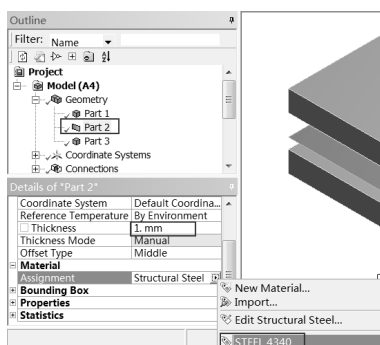

图 11-47 厚度设置
Step2 : 选择 Mechanical 界面左侧 Outline (分析树) 中的 Geometry Part 2 命令 ,在如图 11-47 所示的 Details of “Part 2”面板中做如下设置。